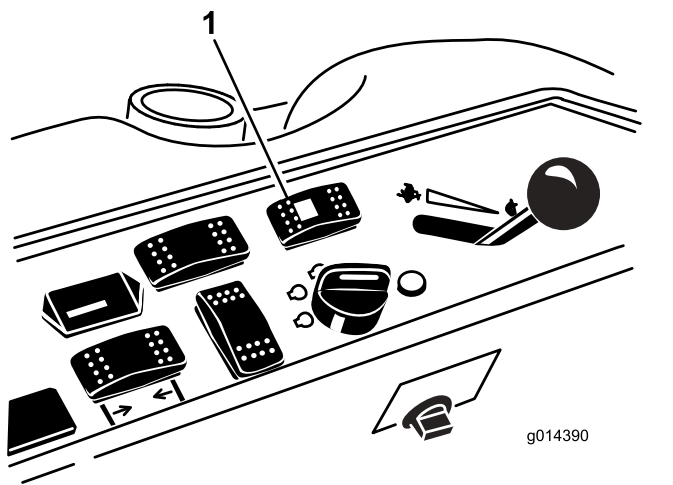

Рисунок 40
1. Переведите переключатель режимов рулевого управления назад – рулевое управление с приводом на четыре колеса (Рисунок 40).